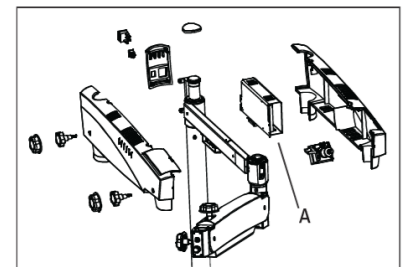

Fig. 43
Éteignez le microscope. Ouvrez les couvercles des bras pivotants et remplacez l'ensemble d'éclairage (A) par un nouvel ensemble. Remettez en place les couvercles des bras. Voir la figure 43.